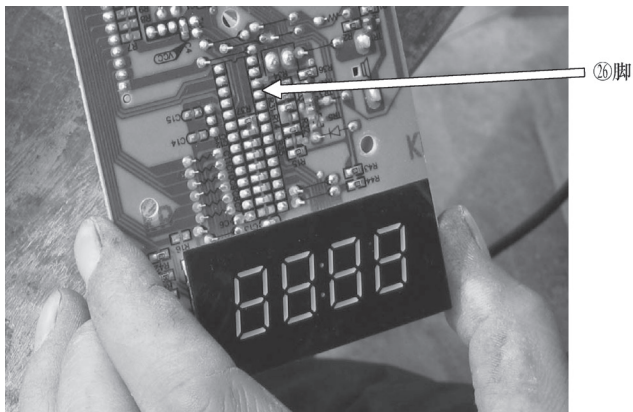

图 6-9 ②⑥脚焊点虚焊
然后检测 CPU ②⑥脚复位电压，发现②⑥脚焊点虚焊，如图 6-9 所示。